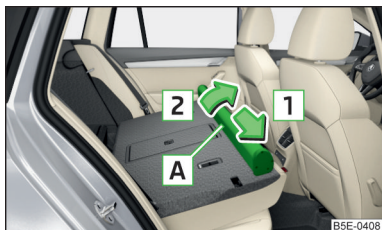

Abb. 146
- Das Gehäuse **A** in Pfeilrichtung **1** verschieben und aus den Aufnahmen in Pfeilrichtung **2** herausnehmen » Abb. 146.